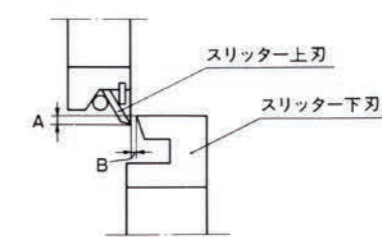

図3
刃のセッティング及び、開放の場合上刃と下刃のかみ合せ部分図3③に、間隔をあたえることが必要である。